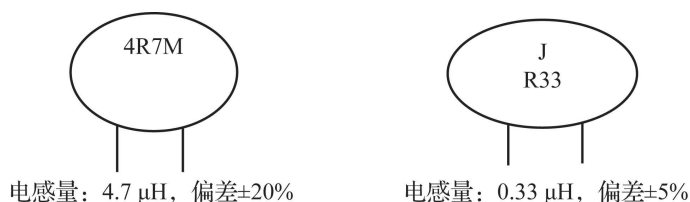

图 1-27 文字符号法
② 文字符号法。用文字符号表示电感的标称容量及允许偏差, 当其单位为 μH 时, 用“R”作为电感的文字符号, 其他与电阻器的标注方法相同。如图 1-27 所示。